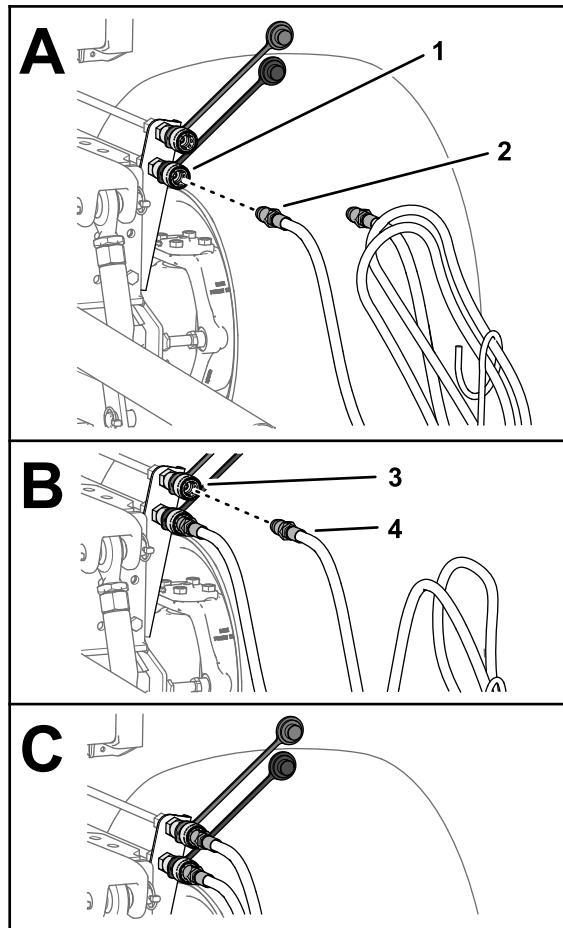

Figura 29
- Ligue a união de desligação rápida do tubo de extensão do acessório à união de ligação rápida do circuito de extensão (Figura 29).
| 8. Ligue a união de desligação rápida do tubo de retração do acessório à união de ligação rápida do circuito de retração (Figura 29). | |